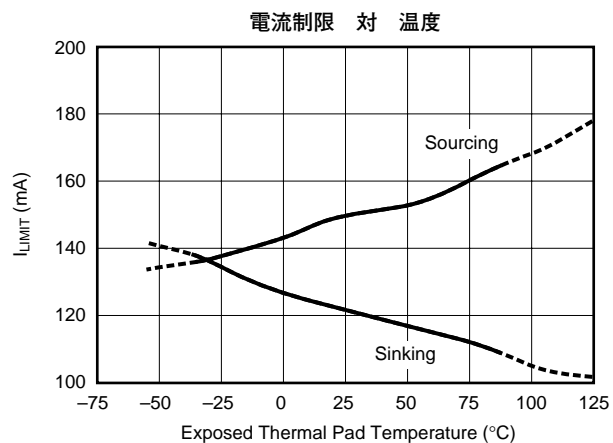

図 24
(10) 低周波 (<10Hz) の±49V方形波を使用して測定。代表的特性曲線の「電流制限 対 温度」(図24)をご覧ください。